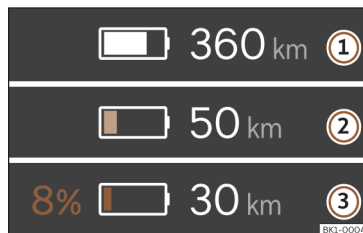

Abb. 3 Am digitalen Kombi-Instrument: Reichweite und Reserve-Anzeige.
Der aktuelle Ladezustand der Hochvoltbatterie wird mit dem Symbol am digitalen Kombi-Instrument »» **Abb. 3 ①** angezeigt. Das Symbol zeigt je nach Ladezustand eine mehr oder weniger gefüllte Batterie an.
Die Fahrzeugreichweite wird je nach gewählter Einstellung in Kilometer (km) oder Meilen (mi) angegeben »» **Abb. 3 ②**.
- ① Batterieladezustand und Reichweite
- ② Reserve-Anzeige (Warnstufe 1) und Reichweite
- ③ Reserve-Anzeige (Warnstufe 2) und Reichweite
Bei Erreichen des roten Reservebereichs der Hochvoltbatterie wird das Symbol zusammen mit einem farblich hervorgehobenen Prozentwert angezeigt »» **Abb. 3 ③**.